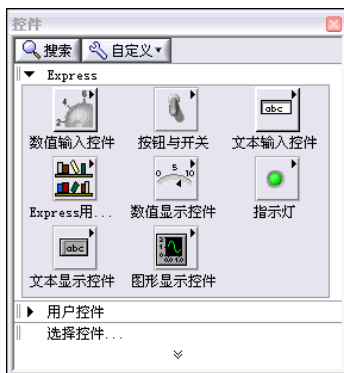

图 1-4 控件选板
- 前面板上未显示**控件**选板时，可选择**查看 » 控件选板**。如图 1-4 所示。
2. 默认状态下, 初次使用 LabVIEW 时打开**控件**选板可显示 **Express** 选板。如图 1-4 所示。如未显示 **Express** 选板, 单击**控件**选板上的 **Express** 可显示 **Express** 选板。